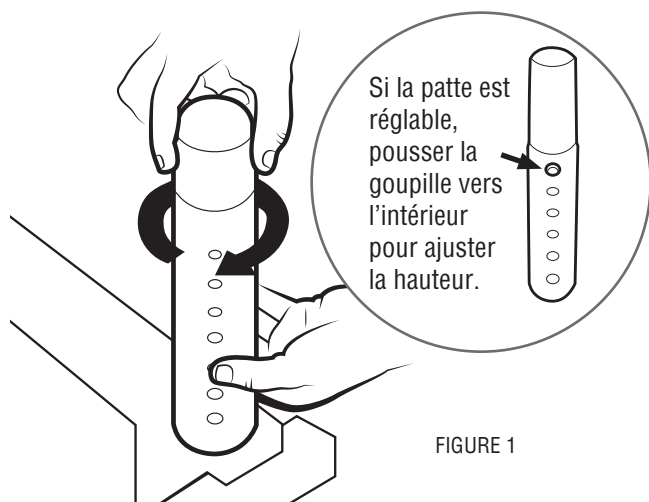

FIGURE 1
POUR UNE INSTALLATION SANS CADRE DE LIT NI PLATEFORME (avec les pattes), visser les (4) pattes dans les trous filetés dans les coins du cadre de la base (FIGURE 1). Retourner la base sur ses pattes.